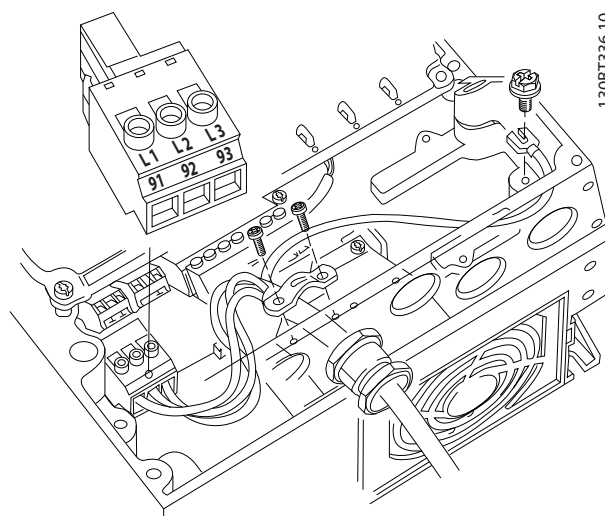

Abbildung 2.13 Netzanschluss
- Schließen Sie die drei Netzphasen an die Klemmen L1, L2 und L3 an (siehe *Abbildung 2.13*).